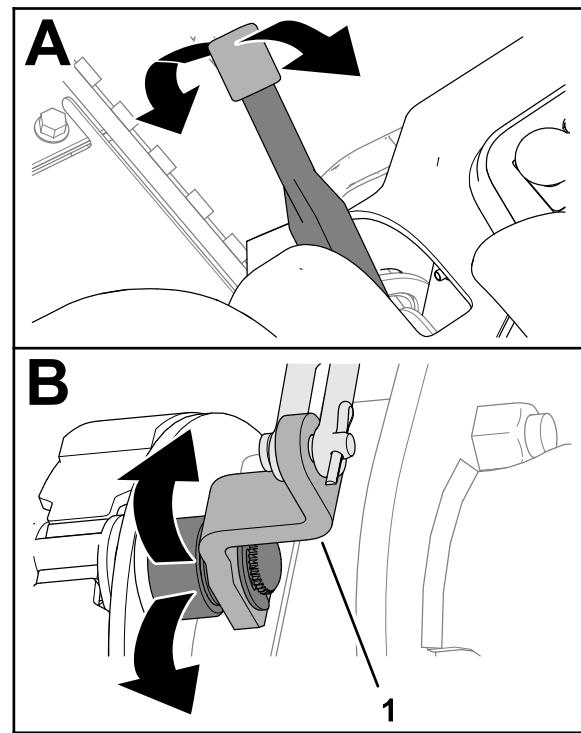

Figura 70
2. Mueva la palanca del freno de estacionamiento hacia arriba y hacia abajo para comprobar que la leva del freno se mueve libremente (Figura 70).